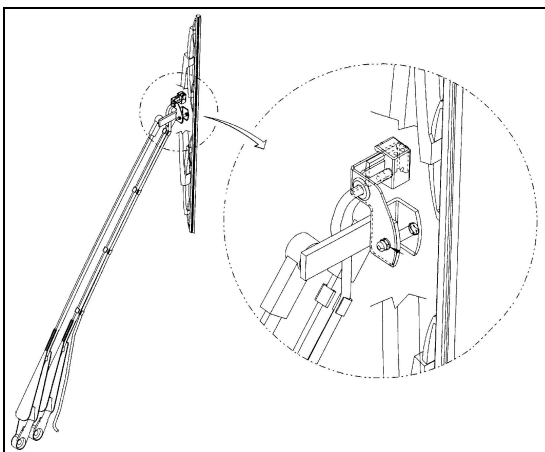

FIGURE 5 : ESSUIE-GLACE (CÔTÉ CONDUCTEUR)
12. Transférer le boyau de liquide lave-glace, le balai et le gicleur sur le bras selon l'arrangement des figures 5 et 6. Connecter le boyau de liquide lave-glace au raccord.